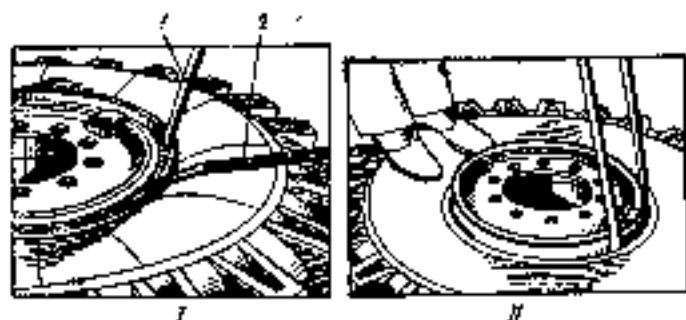

Bild 90. Demontage des Rades 254F-508.
2. Das gekrümmte hakenförmige Ende des Montierhebels zwischen dem Bordring und der Felgenschulter in die spezielle Demontagenut einsetzen. Den Bordring abwärts drücken, in den entstandenen Spalt das flache Ende des anderen Montierhebels einführen (Bild 90, 1) und den ersten Hebel herausnehmen. Am ganzen Umfang die flachen Enden beider Montierhebel nacheinander in den Spalt einstecken und den Reifenwulst abwärts über den Bordring drücken, so daß der Reifenwulst von der Felgenschulter abgetrennt wird.
zwischen dem Wulst und der Felge derart einstecken, daß sie den Wulst von innen gut greifen (Bild 90, I/I). Den Wulst nach außen drücken.